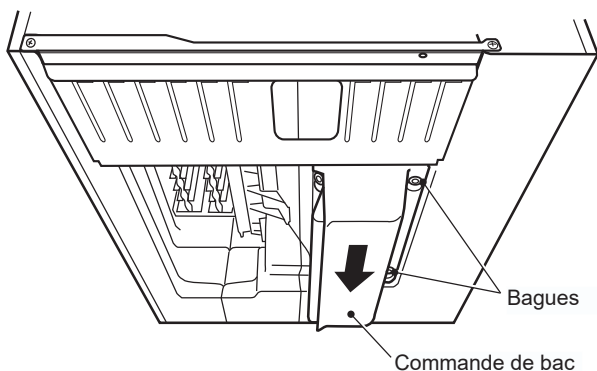

Fig. 6
- 7) Tout en tirant le fil de la commande du bac vers le haut, fixer la commande du bac sur la paroi intérieure, du côté droit. Soulever ensuite la commande du bac contre la partie inférieure de l'appareil et la faire glisser vers l'arrière jusqu'à ce qu'un déclic confirme sa mise en place. Les trous à rainures situés du côté droit de la commande du bac doivent être placés sur les bagues, au niveau de la partie inférieure de l'appareil. Voir fig. 6.